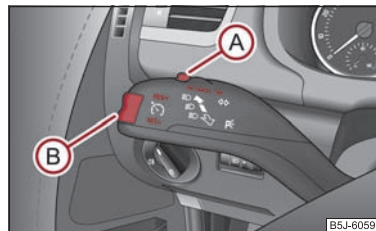

Fig. 98 Maneta: Tasta basculantă și comutatorul sistemului de control al vitezei de croazieră
- Apăsați comutatorul **A** ⇒ fig. 98 în poziția **ON**.
- Viteza memorată poate fi **mărită** fără acționarea pedalei de accelerație, prin apăsarea tastei **(B) ⇒ pagina 94, fig. 98** în poziția **RES+**.
frână și după apăsarea scurtă a tastei basculante **(B) ⇒ pagina 94, fig. 98** în poziția **RES+**.
- Apșați comutatorul **(A) ⇒ pagina 94, fig. 98** spre dreapta în poziția **OFF**. ■